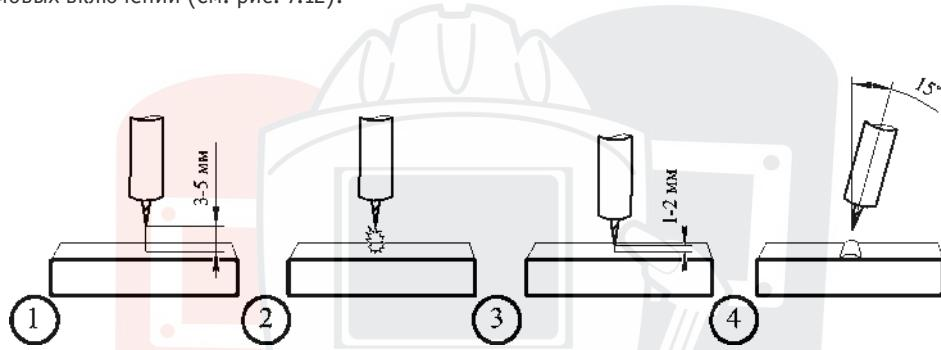

Рис.7.12. Высокочастотный поджиг дуги.
**Высокочастотный поджиг (HF)** позволяет зажечь TIG дугу без касания к изделию. Основное преимущество в том, что при зажигании дуги в основном металле не остается вольфрамовых включений (См. рис. 7.12).